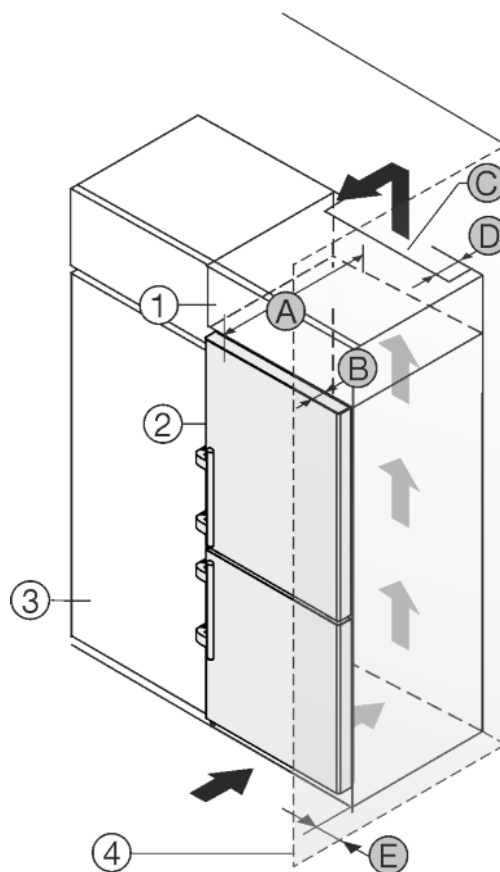

Fig. 11
Пристрій можна комбінувати з кухонними шафами. Для того, щоб пристрій Fig. 11 (2) вирівняти по висоті кухонної секції, на пристрій можна встановити антресольну секцію Fig. 11 (1).
Пристрій можна встановлювати безпосередньо поряд з кухонною шафою Fig. 11 (3). Для повного відкриття дверей пристрій повинен виступати на глибину Fig. 11 (B) відносно передньої панелі кухонної шафи. Залежно від глибини кухонних шаф та використання пристінних розпірок пристрій можна встановити так, щоб він виступав вперед.
- Задня сторона антресольної шафи повинна мати вентиляційний канал глибиною Fig. 11 (D) вздовж всієї ширини шафи.
- Під стелею приміщення слід дотримуватися поперечного перерізу вентиляційного відведення повітря Fig. 11 (C).
Якщо пристрій з шарнірами встановлюється поряд зі стінкою Fig. 11 (4), то між пристроєм та стінкою слід додержуватися відстані Fig. 11 (E). Це відповідає виступу ручки при відкритих дверцятках.